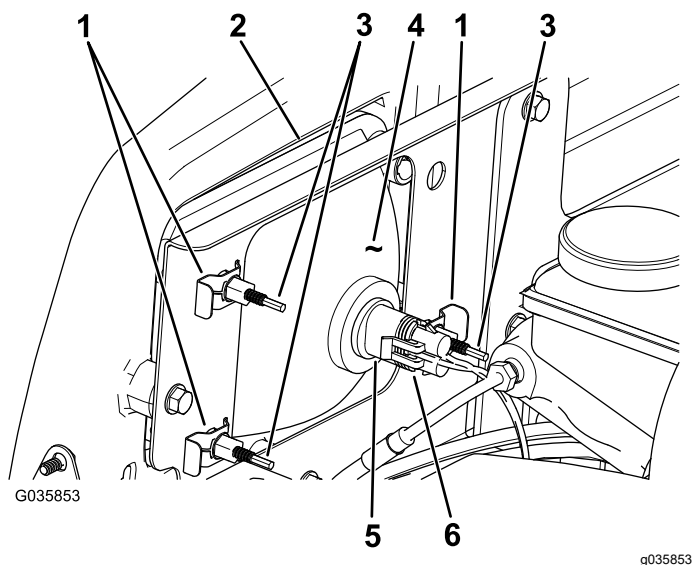

Рисунок 53
3. Отсоедините электрический соединитель жгута проводов от соединителя лампы в сборе (Рисунок 53).
- Снимите скобы под саморез, которые крепят фару к кронштейну фары (Рисунок 53).
- Снимите фару в сборе, подавая ее вперед сквозь отверстие в переднем бампере (Рисунок 53).
- Вставьте новую лампу через отверстие в бампере (Рисунок 53).
- Подсоедините электрический соединитель жгута к соединителю лампы в сборе (Рисунок 53).
- В задней части узла передней фары поверните регулировочные винты (Рисунок 53), чтобы повернуть фару и изменить положение луча.